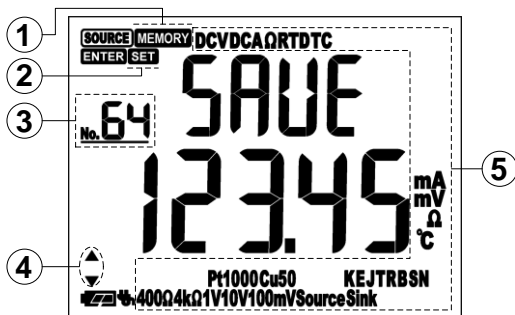

图 5.7 存储常用输出值的显示画面
- (1) 在 **ENTER** 状态下，按 **STORE** 键，仪表切换到存储状态显示，显示内容如【图 5.7】所示。
- (2) 通过按 **▲▼◀▶** 键切换当前存储位置 1~64，位置数字显示在左上角。上下键±1 个位置号，左右键±10 个位置号。